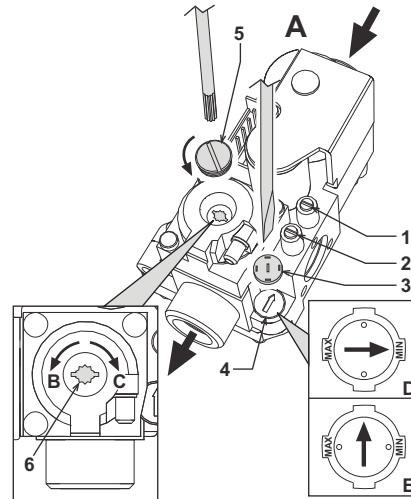

fig. 17 - Regolazione della pressione
Sulle caldaie PEGASUS D è possibile regolare la portata termica del focolare e di conseguenza la potenza termica resa all'acqua di riscaldamento, agendo unicamente sulla regolazione del bruciatore principale, attraverso la valvola gas, (vedi fig. 17). I diagrammi riportati al paragrafo cap. 5.2 indicano la variazione della potenza termica resa all'acqua al variare della pressione di funzionamento del bruciatore. Poter adeguare la potenza della caldaia alle effettive esigenze di riscaldamento, significa soprattutto ridurre le dispersioni e quindi risparmiare combustibile. Inoltre, con la variazione di potenza, regolamentata anche dalla normativa, le caldaie mantengono pressoché inalterati i valori di rendimento e le caratteristiche di combustione.
- Con un piccolo cacciavite togliere il cappuccio di protezione 5 dell'operatore secondario della valvola a gas di fig. 17.
- Collegare un manometro alla presa di pressione 2 (fig. 17) posta a valle della valvola gas, ruotare la manopola del termostato caldaia sul valore massimo.
- Regolare la pressione a mezzo della vite 6 (fig. 17) al valore desiderato, avvalendosi dei diagrammi riportati al paragrafo cap. 5.2.
- Togliere dalla valvola gas il piccolo cappuccio di protezione 3 (fig. 17). Con un piccolo cacciavite regolare lo "STEP" d'accensione per il gas desiderato (**G20-G25** posizione **D** fig. 17 oppure **G30-G31** posizione **E** fig. 17); rimettere quindi il cappuccio.
- Sfiatare l'aria presente nelle tubazioni del gas per mezzo della presa di pressione 1 della valvola gas (fig. 17).